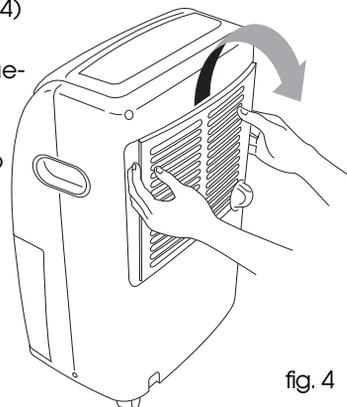

fig. 4
- Para retirar o filtro de ar, remova a grelha puxando-a (ver fig.4)